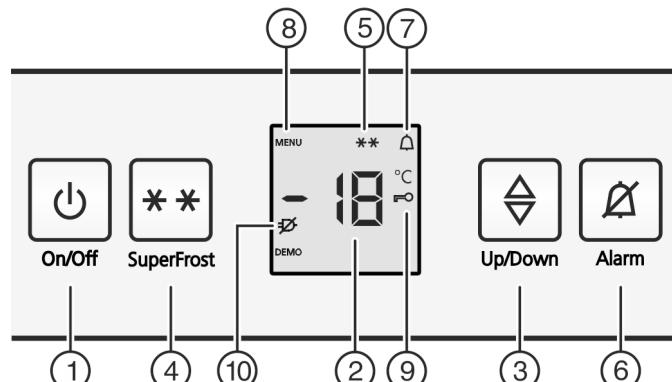

Fig. 2
- Нажать кнопку On/Off Fig. 2 (1).
- Активация режима настройки: Нажмите кнопку SuperFrost Fig. 2 (4) и удерживайте ее прим. 5 секунд.
- На индикаторе будет отображаться символ «Меню» Fig. 2 (8).
- Для подтверждения нажать и отпустить кнопку «SuperFrost» Fig. 2 (4).
- На индикаторе горит символ «Защита от детей» Fig. 2 (9).
► нажмите и отпустите кнопку "On/Off" Fig. 2 (1).
► Для подтверждения нажать и отпустить кнопку «SuperFrost» Fig. 2 (4).
► Символ «Защита от детей» Fig. 2 (9) гаснет.
► Нажмите кнопку Alarm Fig. 2 (6).
Одновременно мигает индикация температуры и символ тревоги Fig. 2 (7).
Звуковой сигнал выключается автоматически, символ аварийного сигнала Fig. 2 (7) выключается и индикатор температуры перестает мигать, если температура снова становится достаточно низкой.